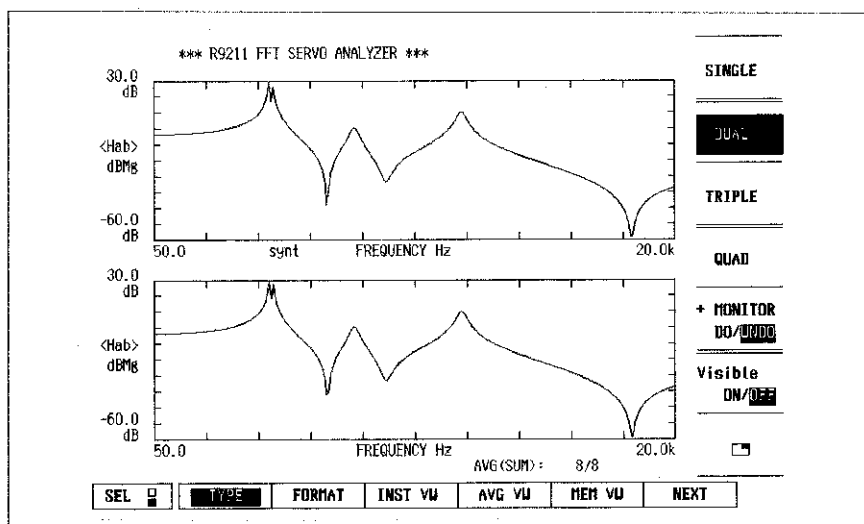

図12-29 サーボ機能によって測定した周波数応答関数
- (5) VIEW ⇒ SEL  を押して、サーボ機能によって測定した周波数応答関数を選択して下さい（図12-29 参照）。
- (6) 演算の種類（割算）を指定して下さい。